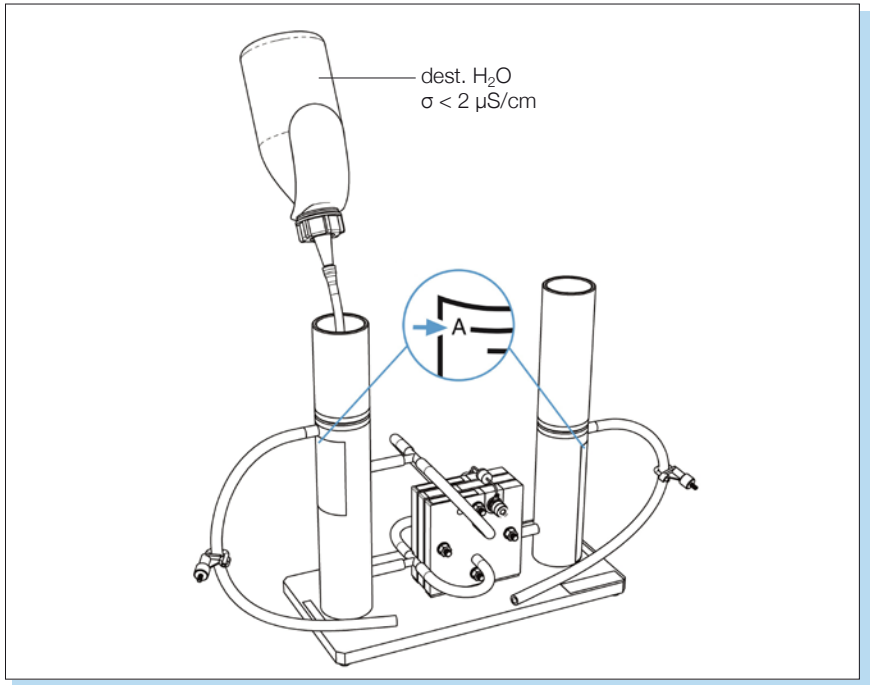

Abb. 4: Befüllung
- Beide Gasspeicher bis zur Markierung -A- mit destilliertem Wasser ($\sigma < 2 \mu\text{S/cm}$) befüllen, wie in Abbildung 4 dargestellt.